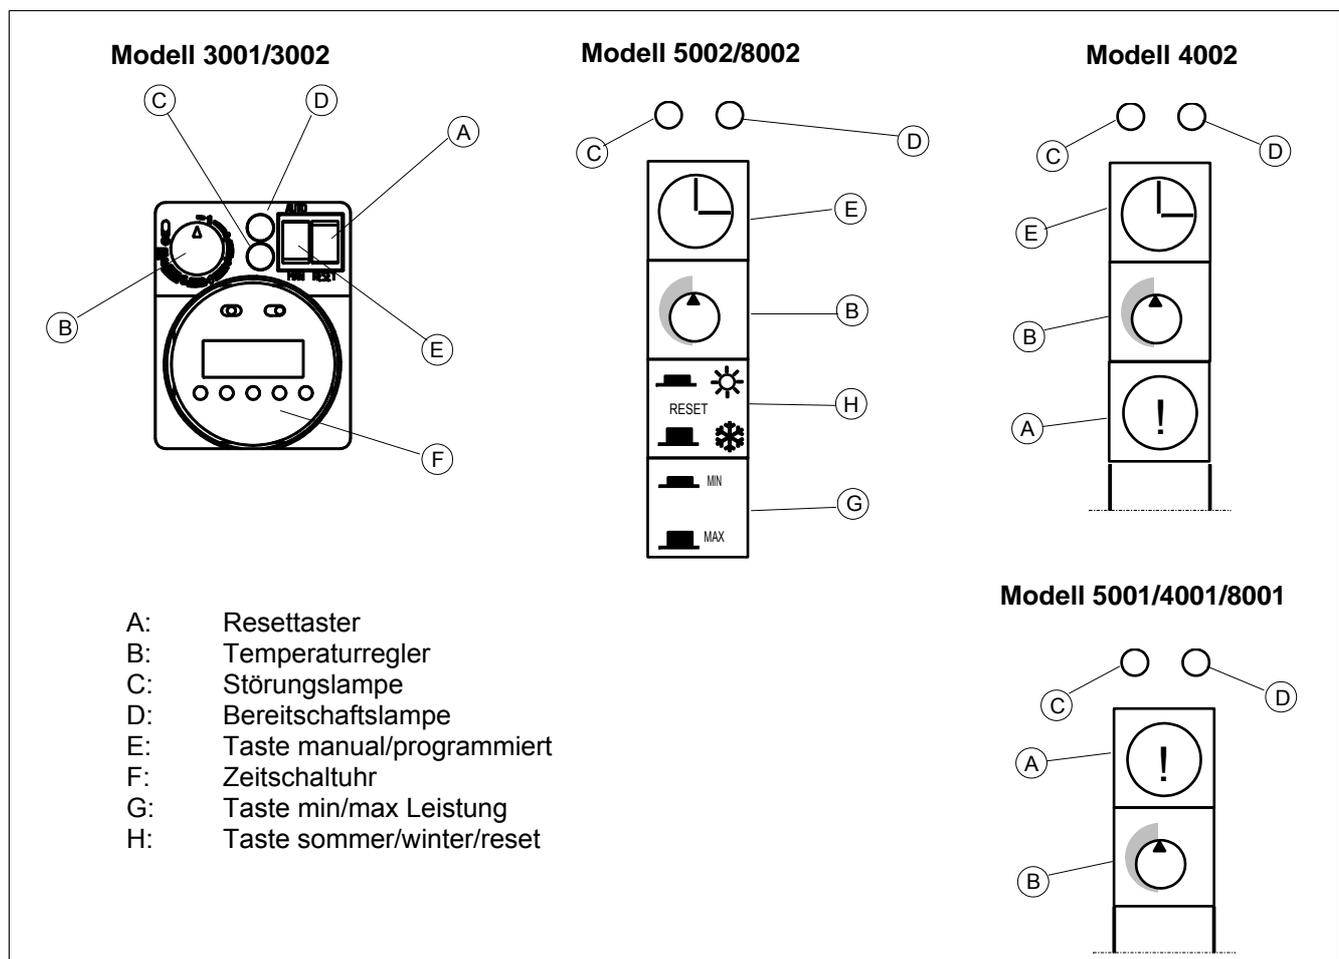

Abb. 31 – BEDIENFELD
1. Sommer/Winter Taste (siehe Abb. 31) auf Winter stellen (Taste steht hervor).
3. Die Taste max./min drücken (siehe Abb. 31). Das Gerät schaltet so auf die reduzierte Leistung.
3. Bei den Modellen 3002, 4002, 5002 u. 8002 Zeitschaltuhr nach Wunsch einstellen (siehe Sektion „Zeitschaltuhr“). Taste E (siehe Abb. 31) manual/programmiert auf die gewünschte Funktionart einrasten bzw. austrasten. MAN = Gerät wird vom Raumthermostat geregelt, oder AUTO = Gerät wird zusätzlich von der Zeitschaltuhr gesteuert.
4. Temperaturregler B auf Maximaltemperatur drehen (siehe Abb. 31).
7. Erfolgt keine Zündung schaltet das Gerät ab und die rote Störungslampe C geht an. Die Betriebsbereitschaft erfolgt durch manuelles betätigen des Resettaster (A) bei den Modellen 3001, 3002, 4001, 4002, 5001 u. 8001 und bei den Modellen 5002 u. 8002 der Taster (H).
Der Ventilator kann mittels der Taste H (Abb. 31) aktiviert werden, somit erfolgt eine angenehme Raumluftumwälzung.